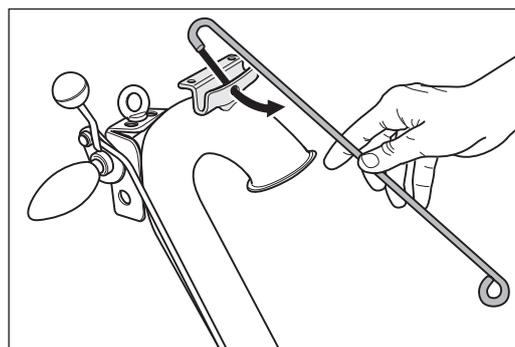

Abb. 5 Einhängen der Kabelstütze in die dafür vorgesehene Bohrung.
- 5 Montieren Sie die Kabelstütze an der dafür vorgesehenen Konsole an der Oberseite des Führungsrohrs (Abb. 5).